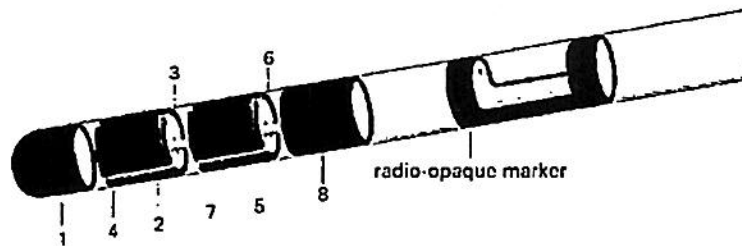

Figura 3. Marcador direccional del electrodo
- Para el electrodo direccional de ECP, puede orientar los contactos direccionales colocando el marcador direccional (véase la figura 3) en la posición deseada cuando se acopla la microherramienta. Este marcador direccional es radiopaco. Boston Scientific recomienda orientar los contactos direccionales de tal manera que los contactos 2 y 5 y el marcador direccional estén orientados en una dirección anterior dentro del cerebro.